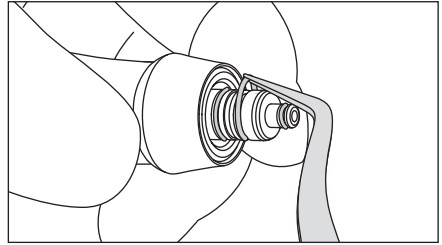

図 18
- ※Oリング部分にパウダーの付着がある場合にはOリングを取り外してOリングとその溝をきれいに掃除し、Oリングを取り付けます(図 18)。